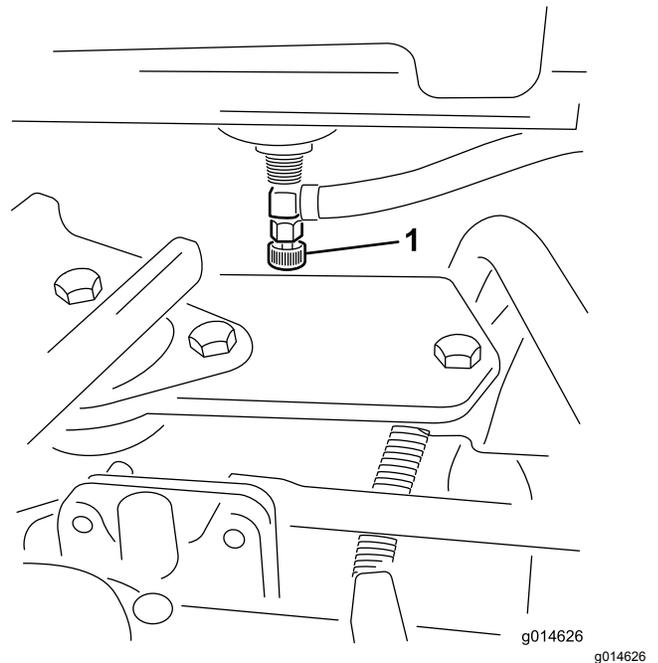

Figura 41
1. Cierre la válvula de cierre del combustible (Figura 41), situada debajo del depósito de combustible.